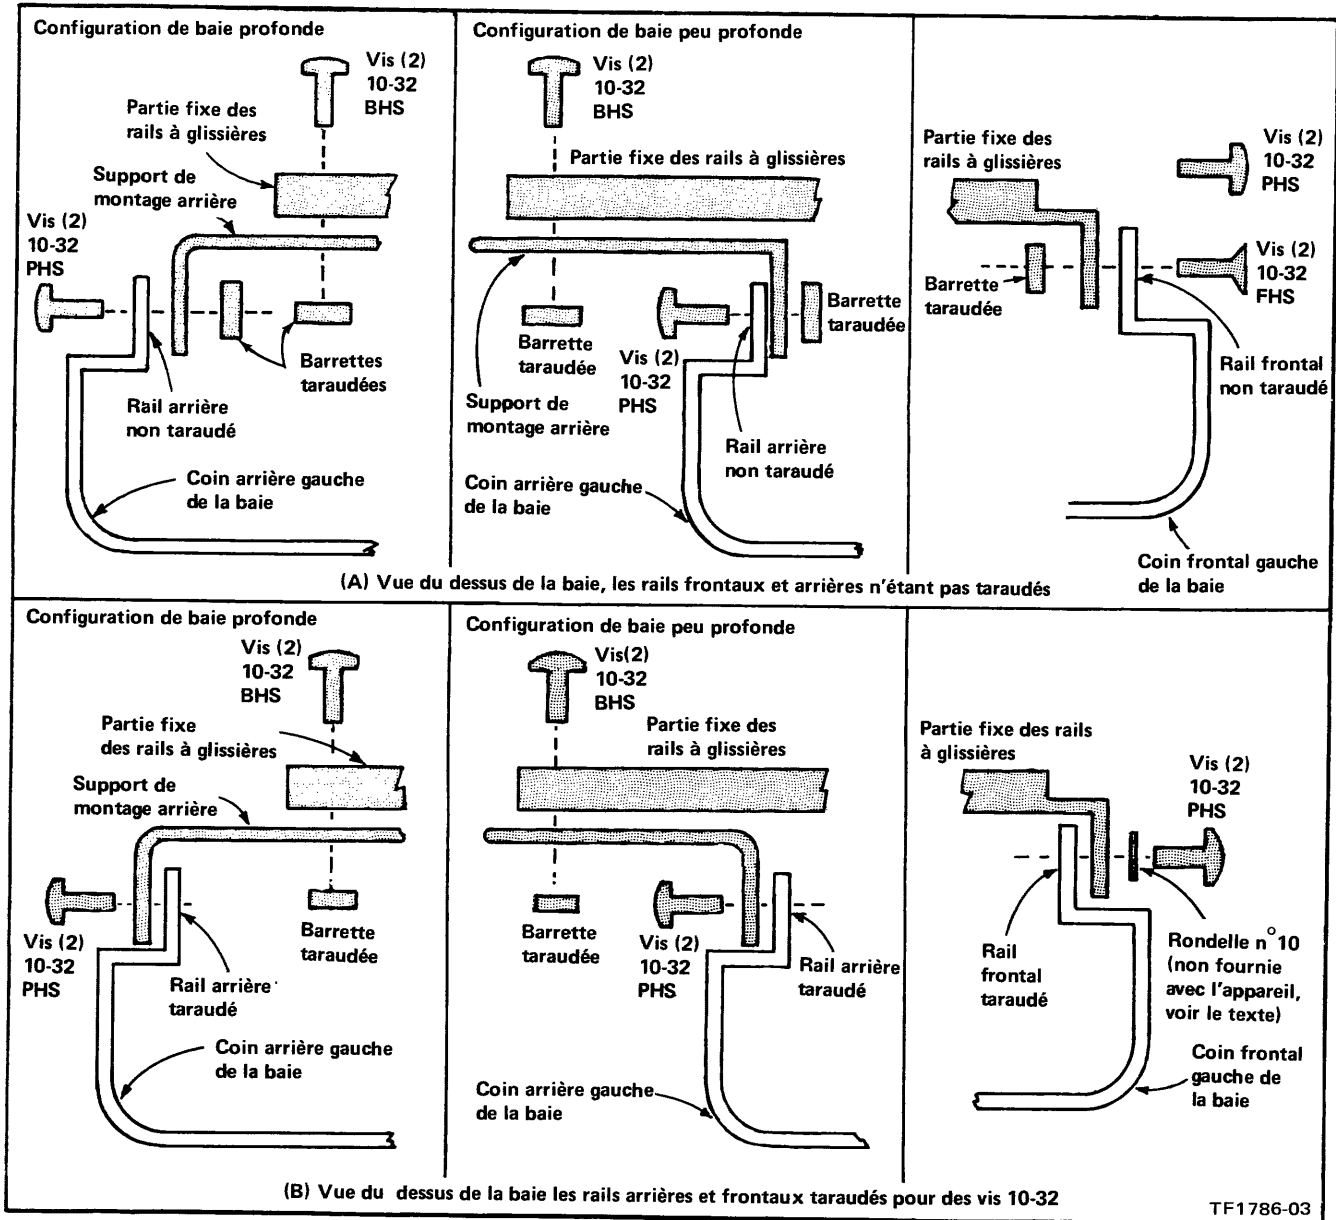

Fig. 2-2. Montage de la partie fixe gauche (avec sa partie intermédiaire correspondante, que l'on ne voit pas Fig. A et B) sur les rails conducteurs.
**Méthode de montage.** Se reporter à la figure 2-2 pour les détails d'installation.